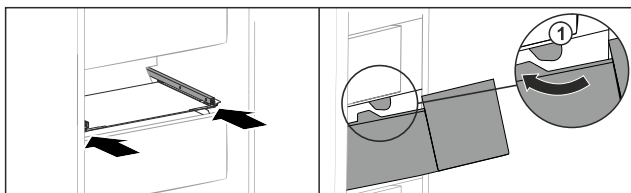

Fig. 100
- Umetnite ladicu oko zaustavljača Fig. 100 (1).